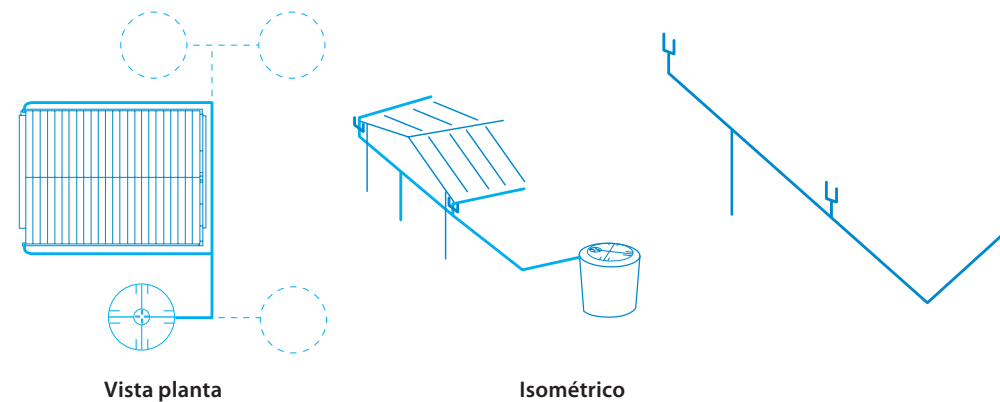

Fig. 2. Configuraciones más comunes para instalación de Canaleta.
2. Una los codos mediante dos tubos de 4" y una Tee, siguiendo cualquiera de las configuraciones de la Fig. 2, cuidando que los tubos tengan una inclinación de 2.0% (aproximadamente 2 cm por cada metro).